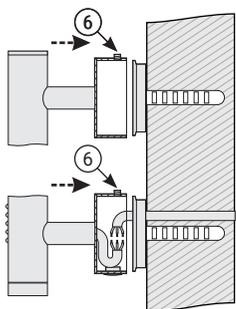

Рис.3
- 4.2.4. Произвести «черновой» монтаж полотенцесушителя, используя стопорные винты (рис. 3 «6»).
- 4.2.5. Соединить провода полотенцесушителя с проводом из стены с помощью клеммных колодок (рис. 3).